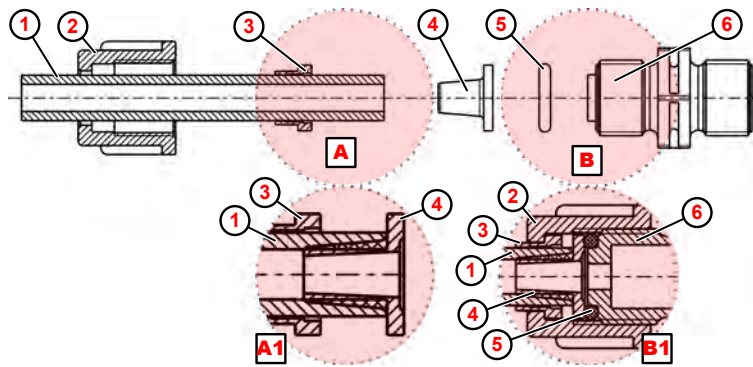

Abb. 8: Rohr- Schlauchanschluss mit Kegelteil
1. ➤ Schlauch ( Abb. 8 , ① ) gerade abschneiden.
2. ➤ Überwurfmutter ② über Schlauch ① schieben.
3. ➤ Spannteil ③ über Schlauch ① schieben.
4. ➤ Schlauch ① bis zum Anschlagbund auf Kegelteil ④ schieben (Detail Ⓐ1).
5. ➤ Spannteil ③ Richtung Kegelteil ④ schieben bis Widerstand spürbar ist.
6. ➤ O-Ring ⑤ in Nut von Saug- bzw. Druckventil ⑥ legen.
7. ➤ Überwurfmutter ② festziehen (Detail Ⓑ1).